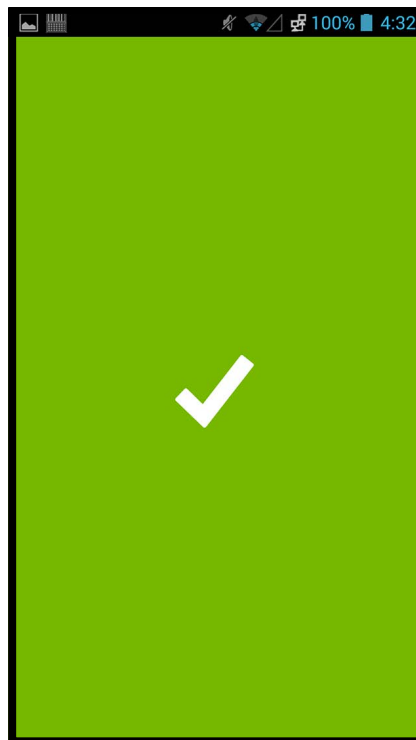
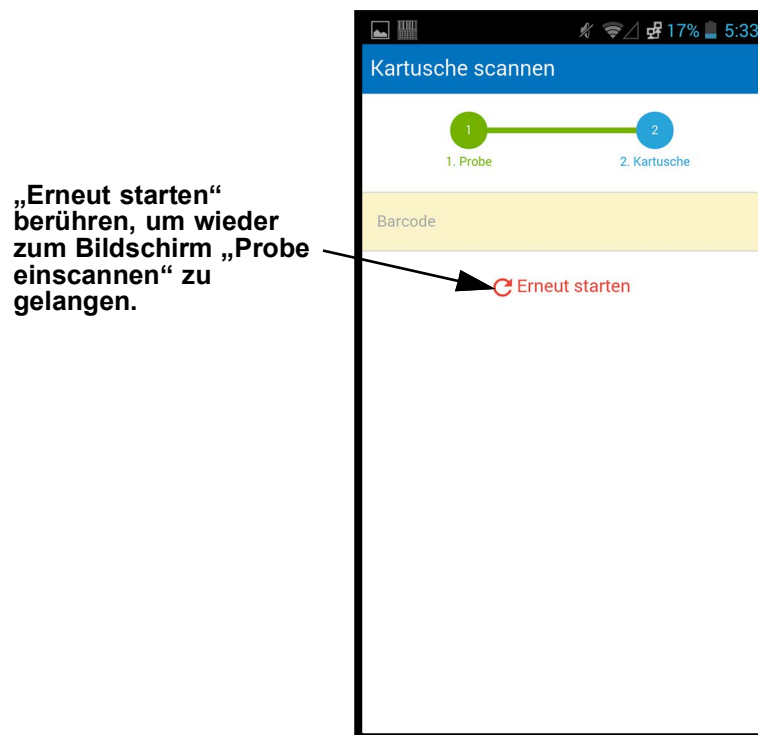

Abbildung 5-103. Scanner-Erfolgsbildschirm (weißes Häkchen auf grünem Grund) von Cepheid Link
Abbildung 5-106. Bildschirm „Kartusche einscannen“ von Cepheid Link
- 2) Wenn eine Anforderung gefunden wird, erscheint kurz der Erfolgsbildschirm (weißes Häkchen auf grünem Grund; vgl. Abbildung 5-103). Anschließend wird der Bildschirm „Kartusche einscannen“ angezeigt. Vgl. Abbildung 5-106.
- 4) Wenn eine Anforderung gefunden wird, erscheint kurz der Erfolgsbildschirm (weißes Häkchen auf grünem Grund; vgl. Abbildung 5-103). Anschließend wird der Bildschirm „Kartusche einscannen“ angezeigt. Vgl. Abbildung 5-106.
Wenn die Kartusche erfolgreich der Probe zugeordnet wurde, wird ganz kurz der Erfolgsbildschirm (weißes Häkchen auf grünem Grund) angezeigt (vgl. Abbildung 5-103).
- Wenn das Aliquot erfolgreich eingescannt wurde, wird ganz kurz der Erfolgsbildschirm (weißes Häkchen auf grünem Grund) angezeigt (vgl. Abbildung 5-103).